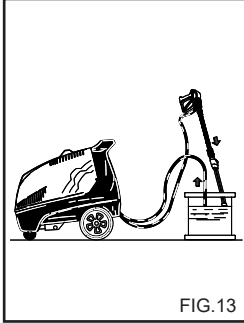

FIG.13
**OPERACIONES PARA EL USO DEL ANTIHIELO (fig. 13).**